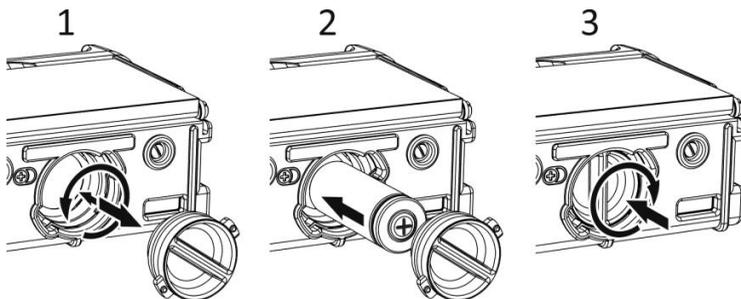

Рисунок 3.1 – Заміна акумулятора
3.1.3.4.1 При виході з ладу акумулятора дозиметра або при значному зменшенні його ємності необхідно замінити акумулятор дозиметра. Для цього (рис. 3.1):